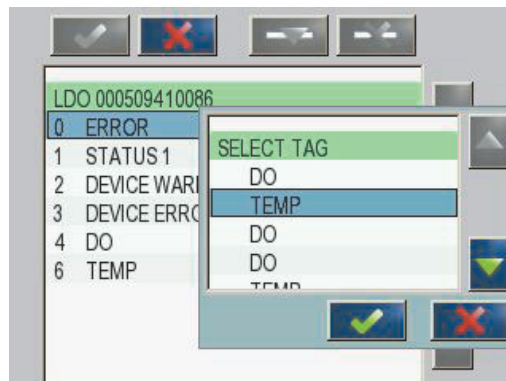

Рисунок 46 Меню конфигурации Profibus/Modbus—Выбор ярлыка
6. В списке устройств Телеграммы выберите ярлык (например, Error (Ошибка) или Status (Статус)) и нажмите кнопку **ADD (ДОБАВИТЬ)**. Отображается окно выбора ярлыка со всеми ярлыками, доступными для датчика (Рисунок 46).